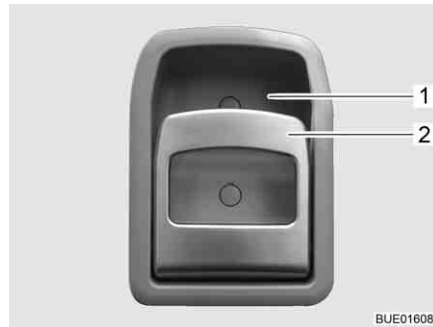

Fig. 49 Fechadura da porta de entrada, lado de dentro
- Puxe o manípulo (Fig. 49,2). A fechadura da porta fica destrancada ou aberta.
- Empurre o manípulo (Fig. 49,2) em cima no sentido do invólucro do manípulo (Fig. 49,1). A fechadura da porta fica trancada.